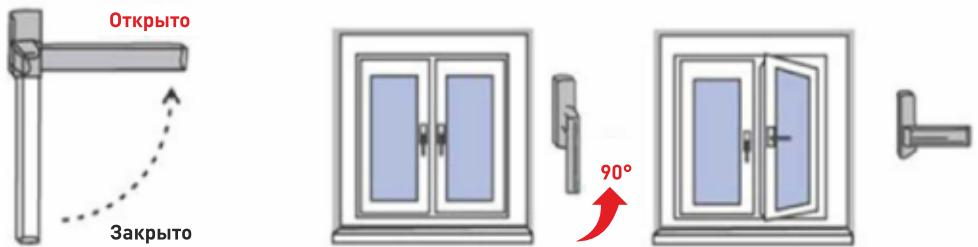

Рисунок 1
1. Положение «Открыто». Чтобы открыть (распахнуть) створку окна, ручку поворачивают на 90 градусов в горизонтальное положение (положение «Открыто» на рис.1). При повороте ручки закрытую створку слегка прижимают к раме другой рукой (чуть выше ручки). Затем, потянув за ручку, створку распахивают.